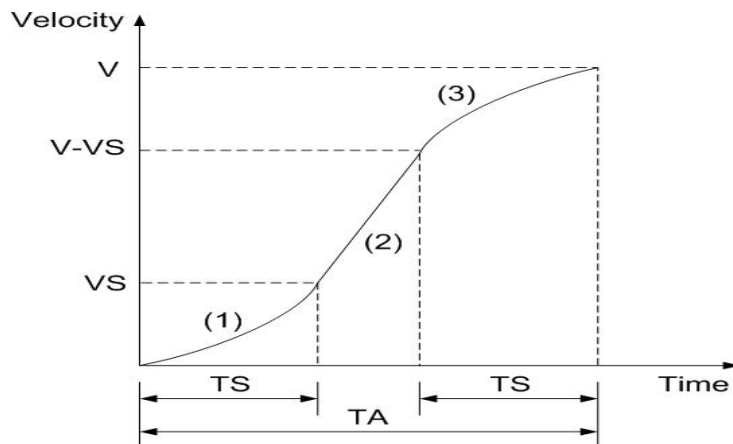

Fig.0-19 局部的 S-曲線加減速
局部的 S-曲線由三個部份組成((1), (2), (3) in Fig. 0-19): 一個直線和兩個 S-曲線，曲線(1) 和(3)部份是 S-曲線加速，(2)是直線加速是直線加速部份，整個運動的時間定義為 TA，而直線加速的時間是 $TA - (2 \times TS)$ 。